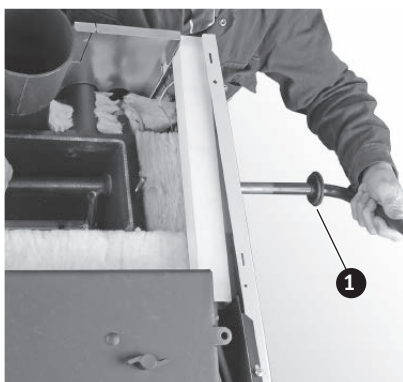
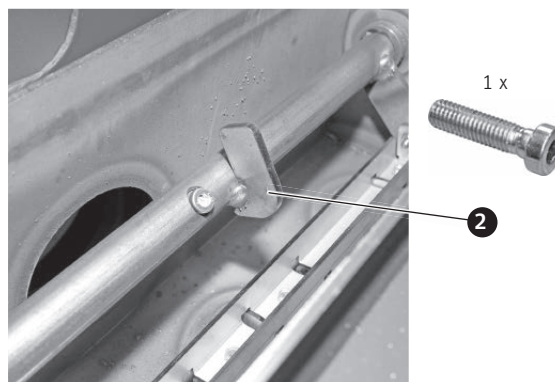

Fig. 62 Rompere la prepunzonatura, inserire la leva di pulizia scambiatore nell'apertura
Fig. 63 Spingere la leva attraverso l'asse e bloccarla con la vite (solo infilata)
- ▶ Montare la leva di pulizia scambiatore sul lato sinistro o destro in funzione dell'accessibilità. Rompere la prepunzonatura, inserire la leva nell'apertura della parete laterale (Fig. 62), spingerla all'interno attraverso l'asse (la battuta deve essere rivolta verso l'alto – Fig. 63) della pulizia scambiatore e bloccarla con la vite a testa cilindrica con esagono incassato M8x30 (solo infilata) – Fig. 63. Premere la bussola nel rivestimento della parete laterale – Fig. 62.